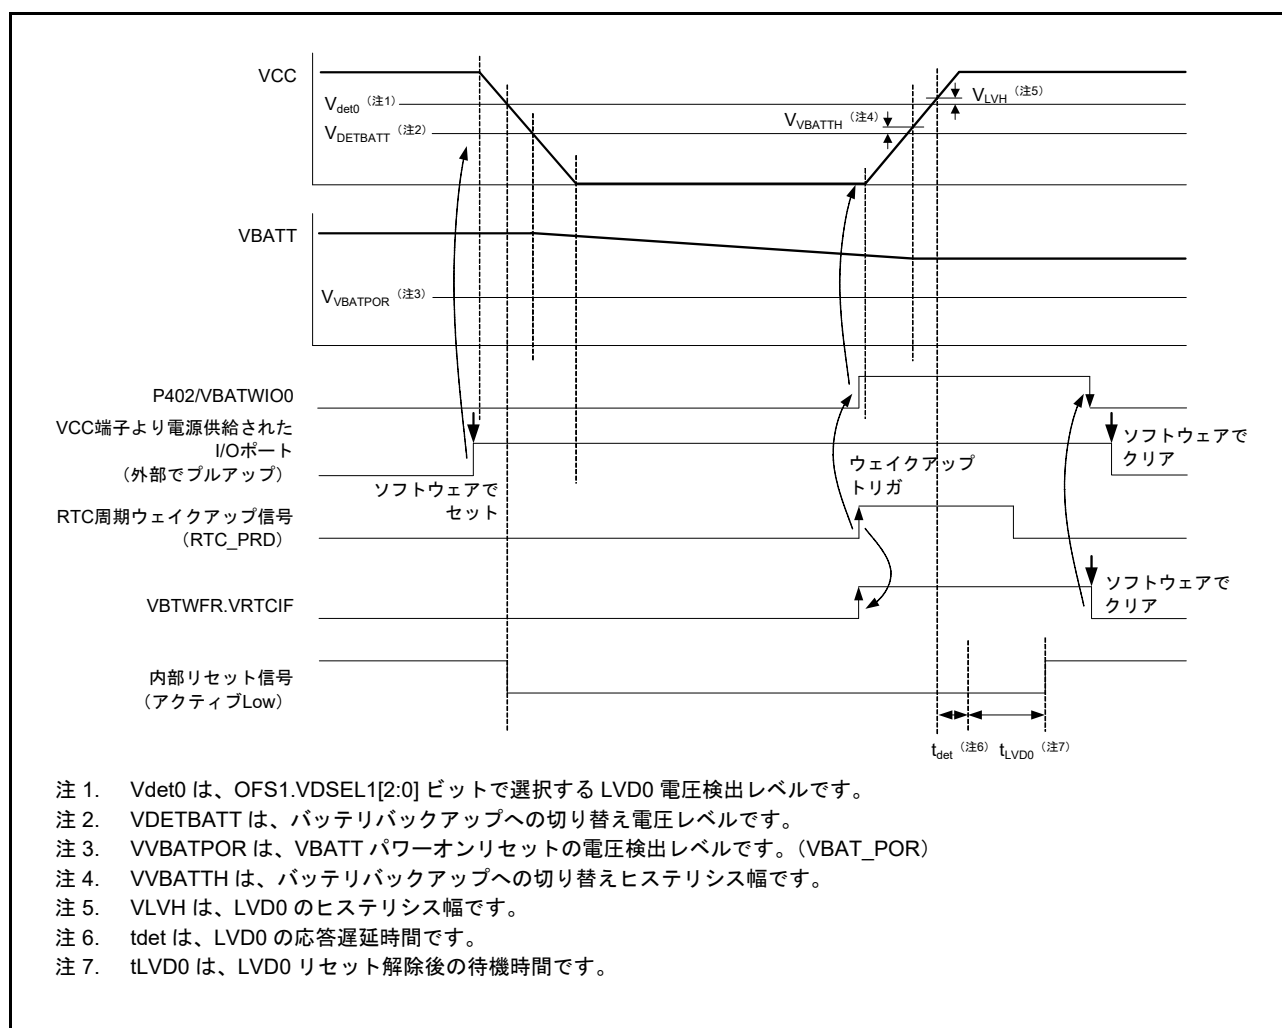

図 11.6 VBAT ウェイクアップ機能のタイミング図
VBATT ウェイクアップ機能のタイミング図を図 11.6 に示します。
3. VBTWFR レジスタを読み出して、VBATT ウェイクアップトリガ要因を確認します。図 11.6 の例では、VBTWFR.VRTCIF ビットが 1 になります。
4. VBTWFR レジスタの対応するビットを 0 にクリアすると、VBATWIO_n ポート (n=0~2) でトグル出力が開始されます。図 11.6 の例では、VBATWIO0 ポートは High から Low にトグルします。